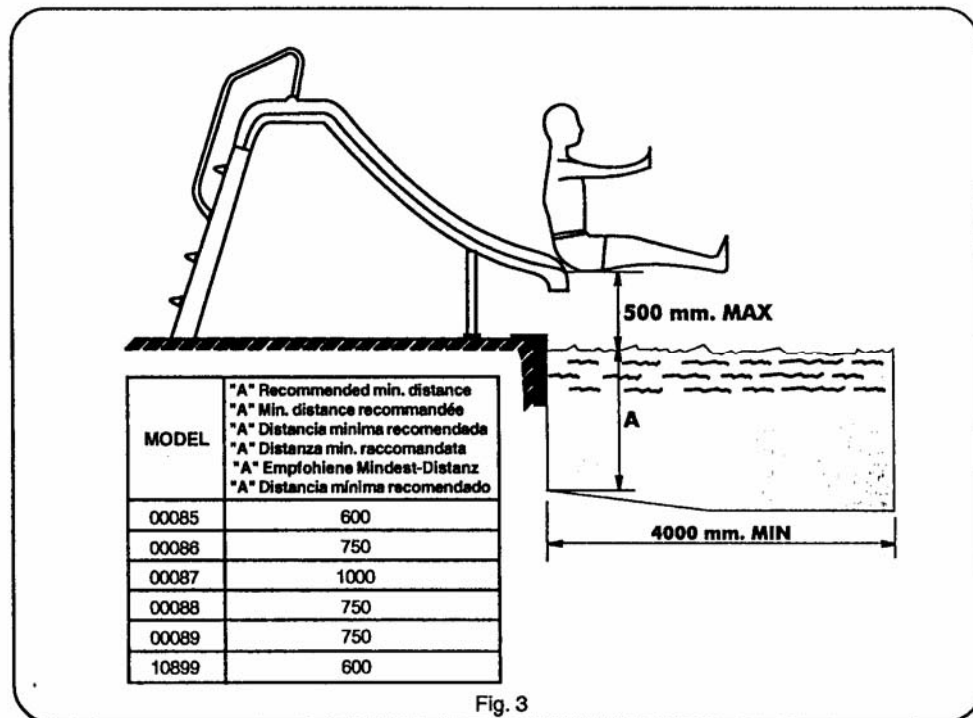

Fig. 3
- The minimum safety distance recommended on figure 3 and 4.
- Des cotes minimales de sécurité recommandées sur les figures 3 et 4.